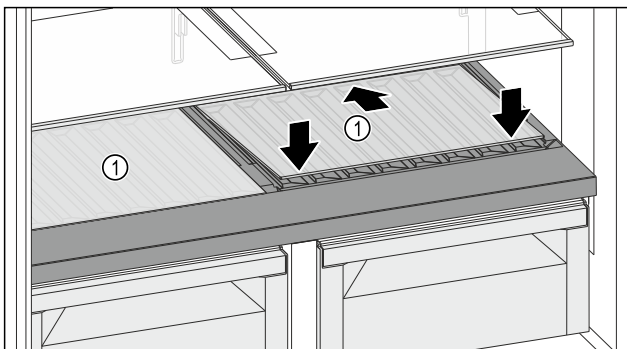

Fig. 132
- Placer la plaque de verre Fig. 132 (1) en biais et inclinée vers le bas.
- Abaisser l'avant de la plaque de verre Fig. 132 (1).